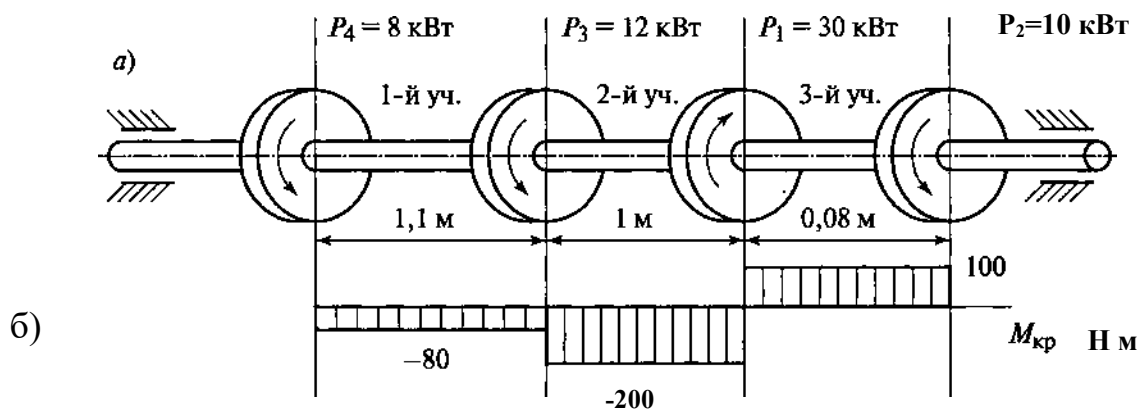

Рис.3
**Пример.** Для стального вала (рис. 3, а) построить эпюру крутящих моментов, определить из условия прочности требуемые диаметры каждого участка и углы закручивания этих участков.
По найденным значениям строим эпюру крутящих моментов (рис. 3.б).